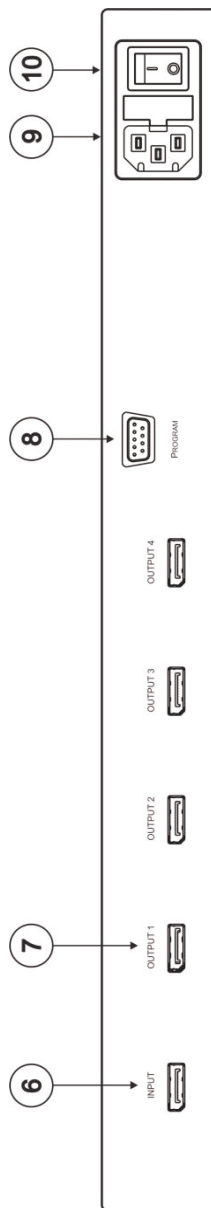

Рис. 2. Задняя панель усилителя-распределителя 1:4 сигнала DisplayPort VM-4DP
3. Подсоедините сетевой адаптер на 5 В постоянного тока к устройству и к электросети (на рис. 2 не показано).